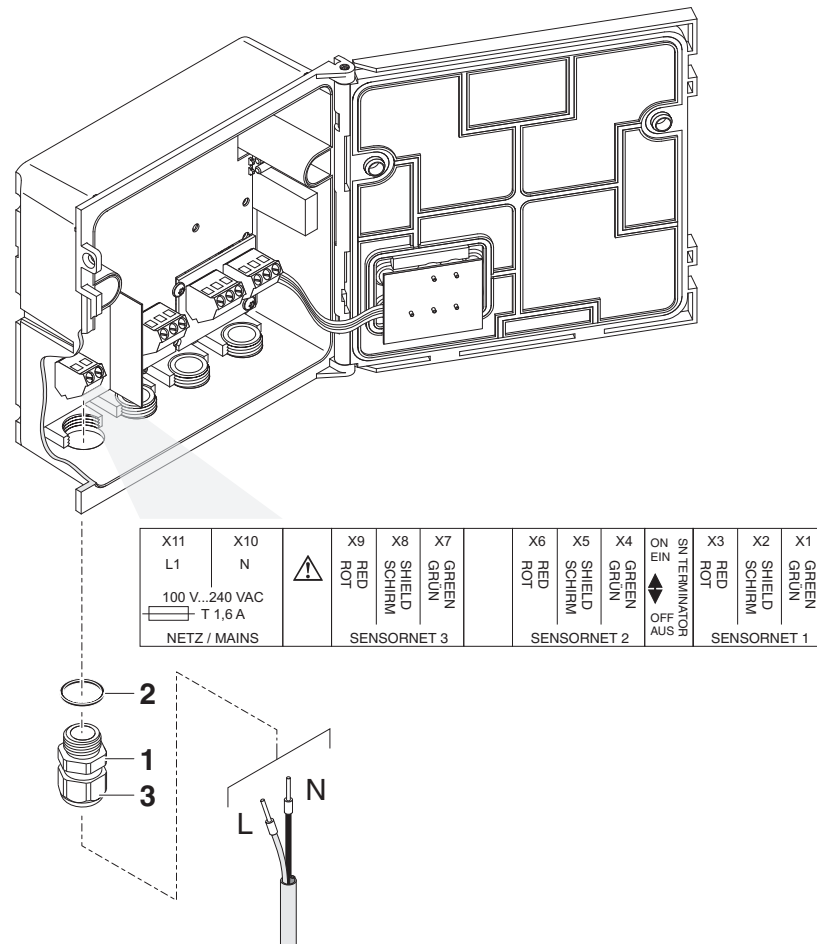

Bild 3-2 Netzleitung anschließen.
- 6 Die Kabelverschraubung (Pos. 1 in Bild 3-2) mit dem Dichtring (Pos. 2) ganz links in das Modulgehäuse einschrauben.